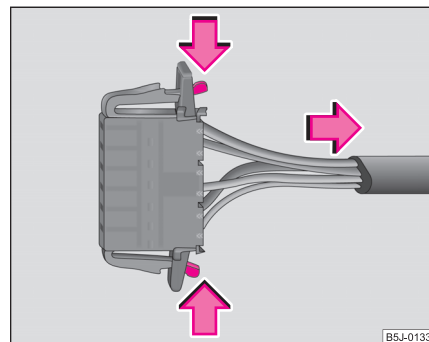

Fig. 191 Deconectarea fișei electrice
- Deconectați fișa electrică. ⇒ fig. 191. ■